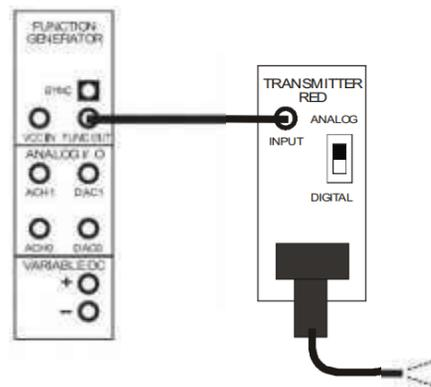

Figura 3.
16. Desconectar la fuente variable del módulo transmisor rojo y conectar el generador de funciones, cambiar el transmisor a modo analógico (Figura 3).